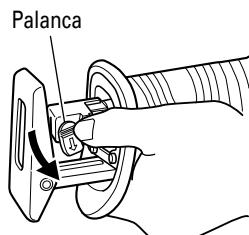

Fig. 6
- (2) Empuje la palanca en la dirección de la flecha indicada en la Fig. 6 y marcada en la misma. Si gira el manguito del sujetador hasta la mitad conseguirá asegurarlo automáticamente. (Fig. 6)
- (2) Despues de haber empujado la palanca en la dirección de la flecha mostrada en la Fig. 6, gire la hoja de manera que quede dirigida hacia abajo. La hoja debe caer por su propio peso. Si la hoja no cae, extrágala con la mano.